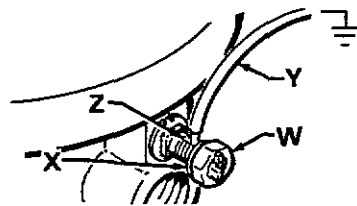

Fig 1
1. *Pumpen*: Använd en jordlina med klammer enligt fig 1.
För att jorda pumpen, lossa jordskruvens låsmutter (W) och brycka (X). Anslut ena änden på 1,5 mm2 jordledning (Y) i spåret (Z) och dra åt låsmuttern ordentligt. Se fig 1. Anslut den andra änden på jordledningen med hjälp av en klammer till riktig jord. Se TILLBEHÖR för jordledning och klammer.